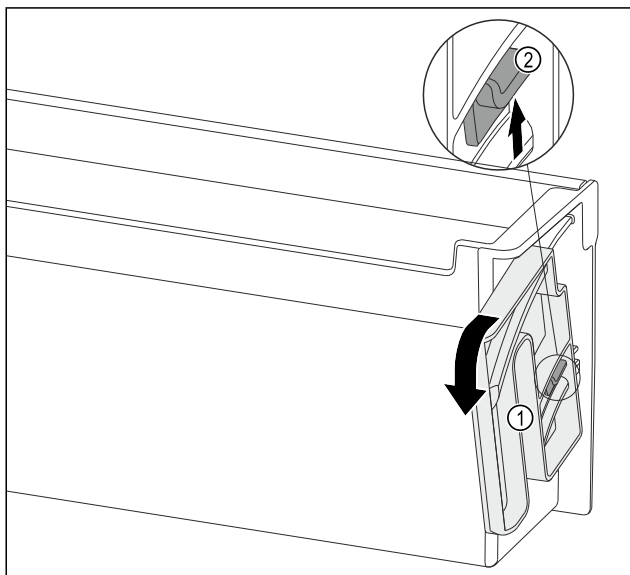

Fig. 94
- Vrtljivo enoto Fig. 94 (1) obrnite do konca v navedeno smer.
- Spono Fig. 94 (2) potisnite navzgor in odstranite vrtljivo enoto Fig. 94 (1).